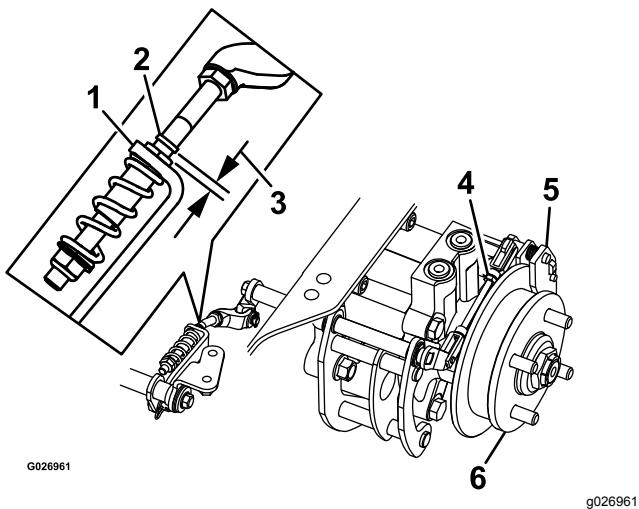

Figure 76
8. Vérifiez si un espace est visible entre le support en L et la butée de tringlerie (Figure 76).